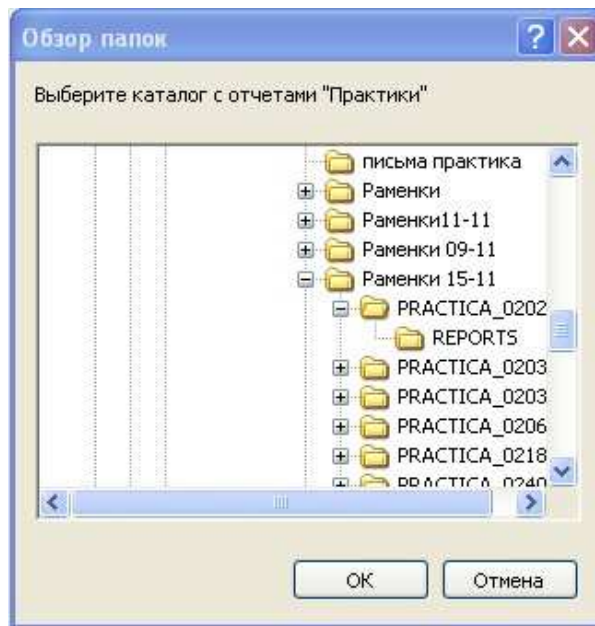

Рисунок 3
- 4.3 При выборе пункта «Загрузить из файлов...», перед пользователем появляется окно с доступными файлами статистики. По умолчанию программа обращается к съемному Flash-диску. Для ускорения работы генератора рекомендуется предварительно создать папку, в которую скопировать файлы статистики (рис. 3). Можно выбрать папку, содержащую несколько подпапок с файлами статистики, в этом случае будут отображаться все найденные в подпапках данные.